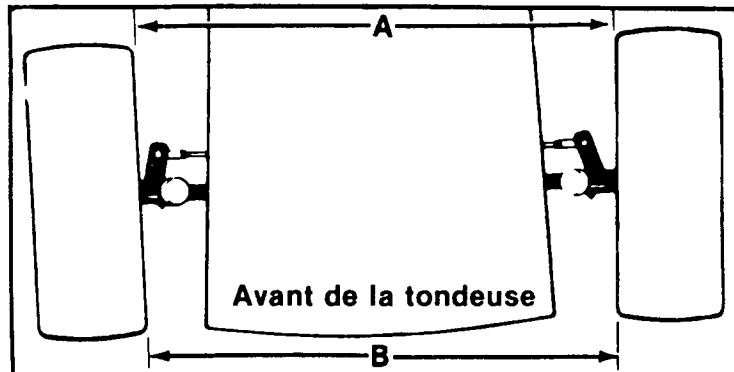

FIGURE 22. SCHÉMA DU PINCEMENT
3. Réglez la tige de retenue au pincement voulu. La dimension «B» doit être inférieure d'environ $\frac{1}{8}$ e de po à la dimension «A». Voir figure 22.